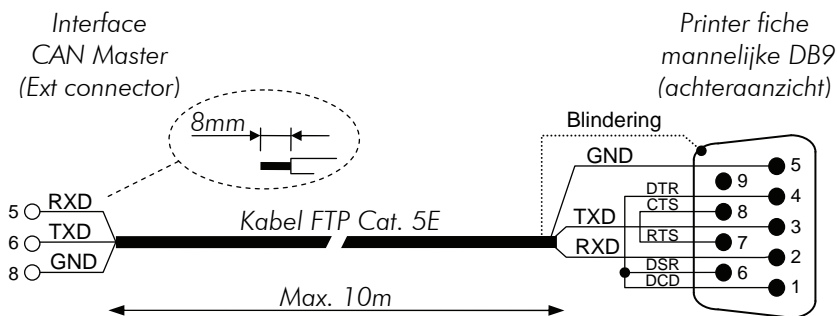
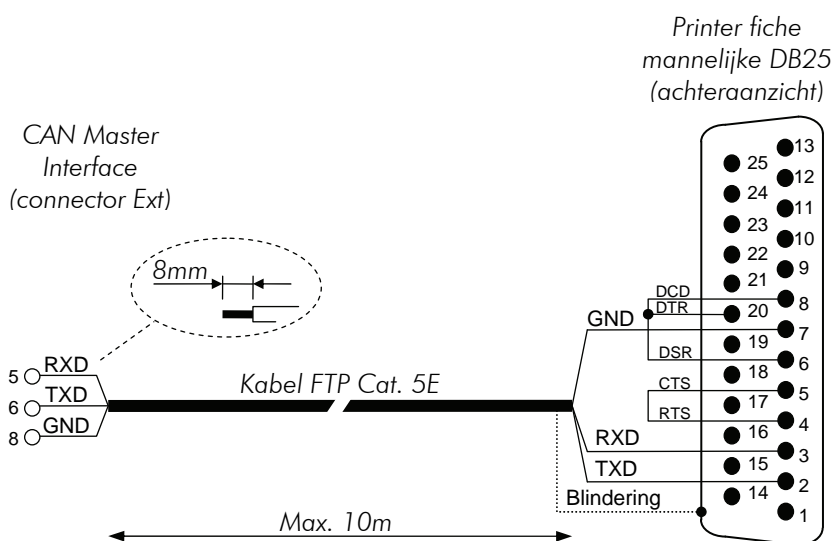

Fig. 44
Fig. 45
- Aansluiten van de signalen RXD, TXD en GND op de DB9 of DB25 fiche (Fig. 44 of Fig. 45).